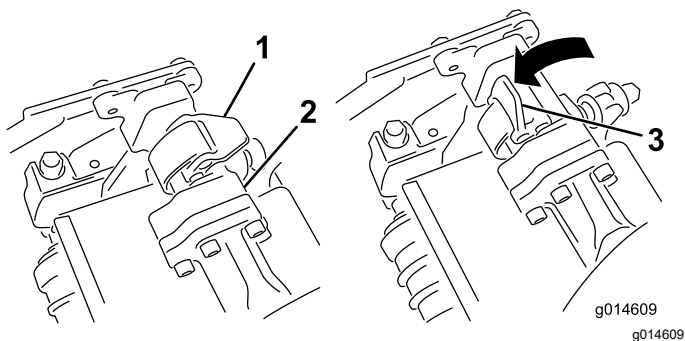
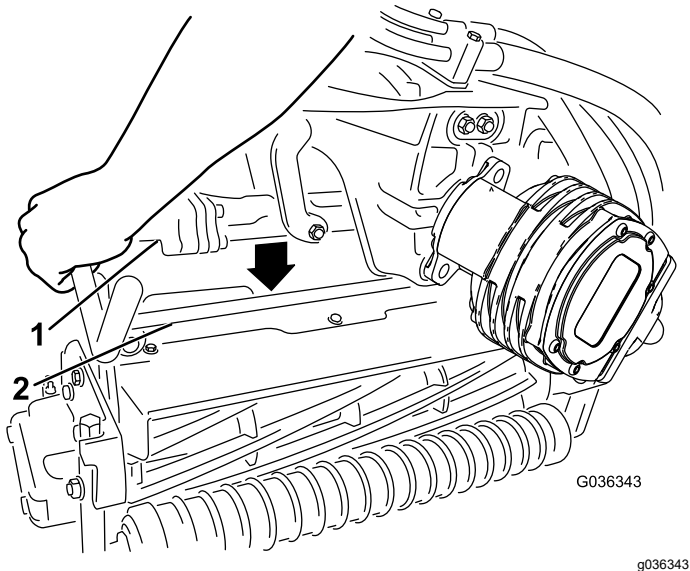

图 56
图 57
4. 当悬挂臂杆上的门锁指向上方即打开时图 56 向下压悬挂臂使悬挂臂杆与滚刀组上方的支架相契合图 57。
5. 向下并绕着滚刀组横杆关闭门锁将它们锁定到位 图 56。
5. 打开您正在拆下的滚刀组悬挂臂上的门锁图 56。